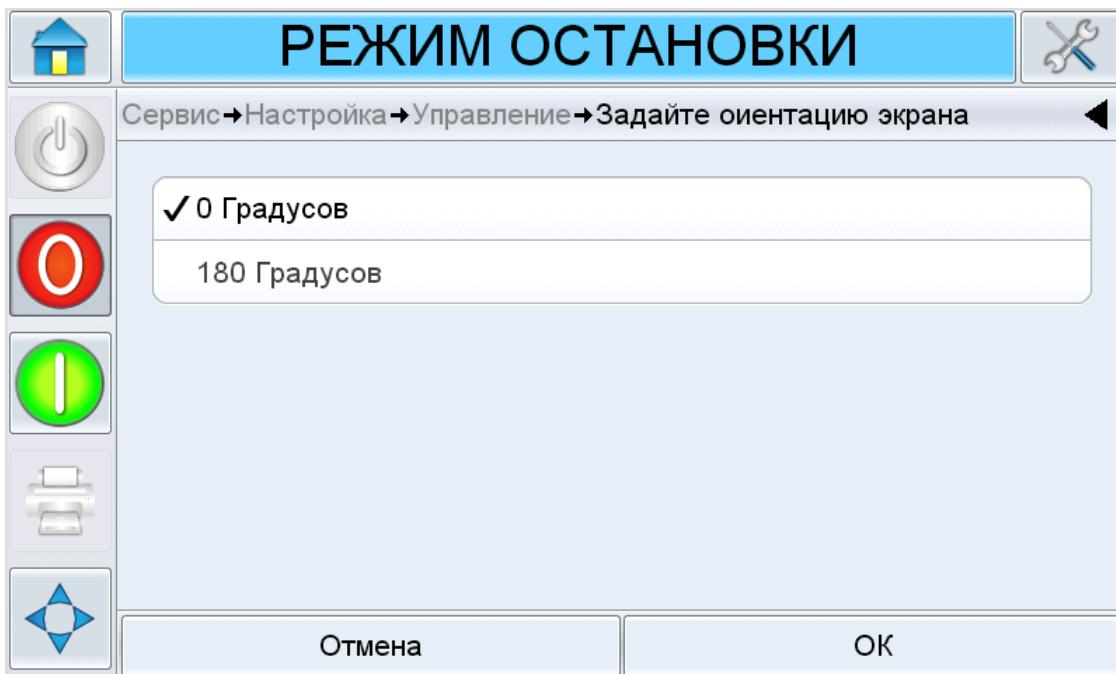

Рис. 4-4: Ориентация экрана
2. Нажмите Set Screen Orientation (Задать ориентацию экрана) Отобразится экран Set Screen Orientation (Задать ориентацию экрана) (см. Рисунок 4-4).